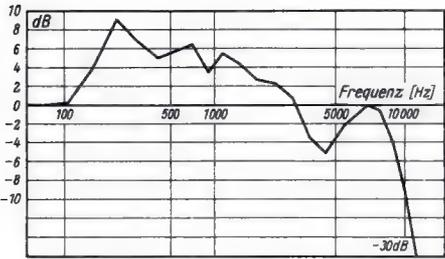
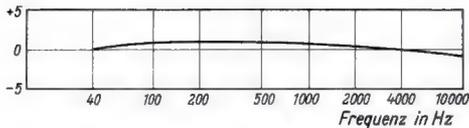
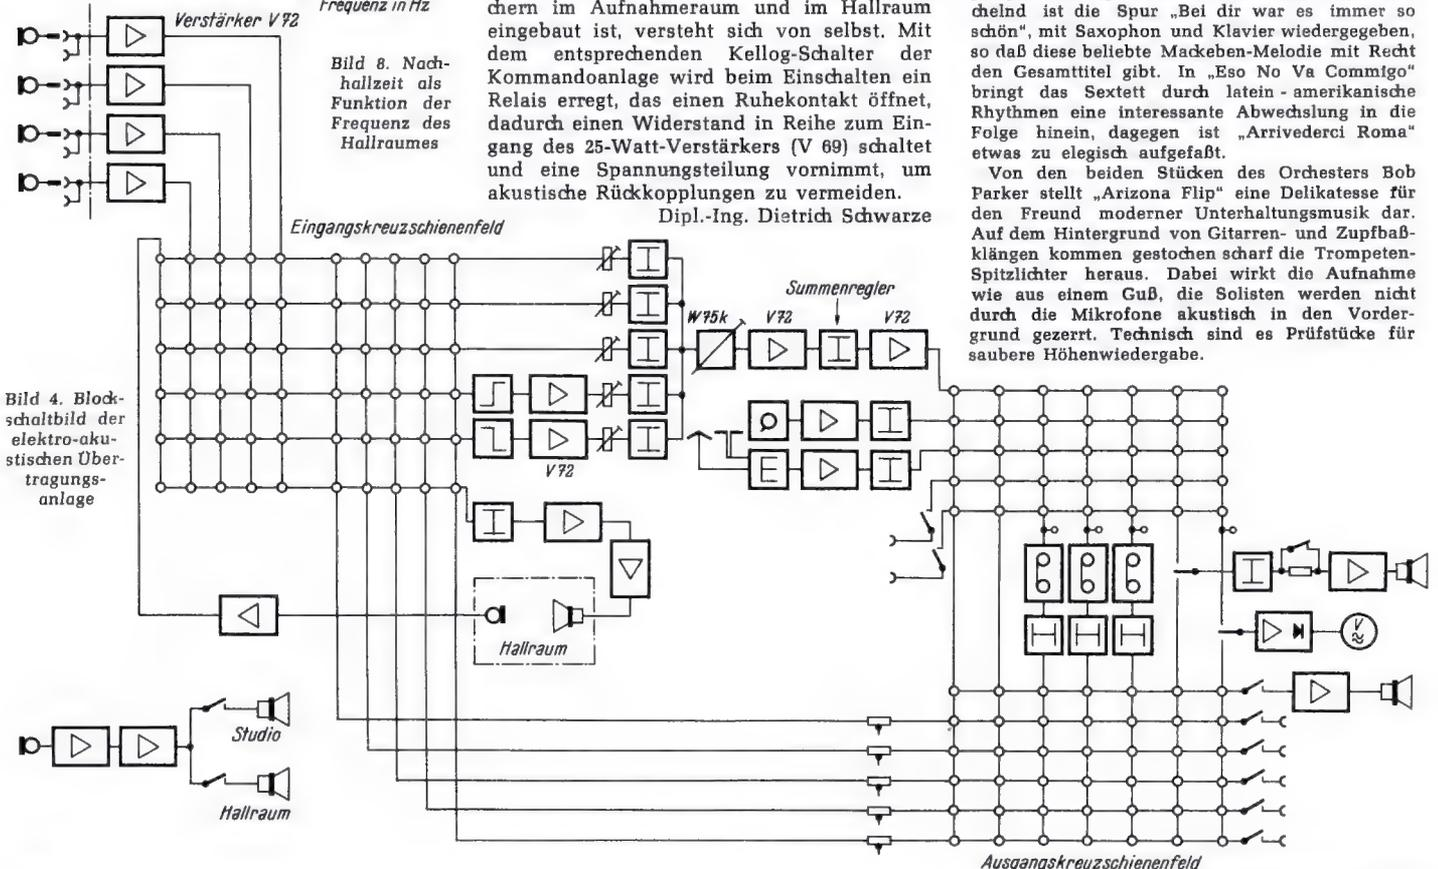

Bild 6. Wie Bild 5, jedoch Meßmikrofon im Abstand von 1,5 m ca. 45° seitlich zur Lautsprecherachse, dem Sitz des Toningenieurs
Bild 7. Frequenzverlauf der Übertragungsanlage (relative Pegel in dB)
Bild 4. Blockschaltbild der elektro-akustischen Übertragungsanlage
Rechts: Bild 4. Innenaufbau der Blitzlampe. Die ursprünglichen Teile sind zu entfernen, statt dessen wird rechts die Zündspule und links ein Hartpapierbrettchen mit den übrigen Einzelteilen aufgebaut; die Anzeigeglimmröhre sitzt unterhalb des Brettchens. Das Glimmen ist durch ein Loch im Griff zu erkennen
In Bild 4 rechts befindet sich ein Isolierbrettchen; es trägt die drei Widerstände, den Zündkondensator und in der abgewendeten Seite die Kontrollglühbirne. Für sie ist ein Schauloch durch das Gehäuse zu bohren. Ferner wird auf der in Bild 4 dem Beschauer zugewendeten Seite ein kleiner Blattfederkontakt (k 1) montiert. Ein aufgekitteter Isolierpimpel ragt zur Betätigung durch ein weiteres Loch im Gehäuse nach außen. Der Zündübertrager (Kreuzspulenwicklung) ist in der linken Kammer von Bild 4 untergebracht. Das gesamte Blitzlampenteil ist auch fertig montiert von der in der Stückliste genannten Firma lieferbar.
An Hand des Blockschaltbildes (Bild 4) sei die Gesamtanlage erläutert. Im Aufnahme-raum befinden sich vier Mikrofoneingänge, die wahlweise mit einem Kondensator-Mikrofon oder einem dynamischen Mikrofon beschaltet werden können. Diese vier Mikrofonkanäle führen über die entsprechenden Vorverstärker V 72 auf das Eingangs-Kreuzschienenfeld des Regietisches. Mit sechspoligen Kleintuchelsteckern können die Eingangskanäle entweder direkt auf die Flachbahnregler W 68 der Firma Eckmiller oder über den Hörspielverzerrer H V 53 bzw. den Hoch-Tief-Entzerrer W 86 in Kombination mit je einem V 72 geschaltet werden. Die fünf Regler führen auf den Bandpaß - W 75k - V 72 - Summenregler - V 72 auf das rechte obere Kreuzschienenfeld mit einem Pegel von 6 dB. Wiederum mit Kleintuchelsteckern können jetzt drei Magnetbandgeräte der Type M 5 gesteckt werden. Mit Hilfe zweier Kellog-Schalter kann selbstverständlich vor und hinter Band abgehört und gleichzeitig das Lichtzeigerinstrument U 70 (V) kontrolliert werden. Zum Abhören dient der große Telefunken-Schrank mit eingebautem Leistungsverstärker V 69. Meßergebnisse dieses Abhörstranges zeigen Bild 5 und Bild 6. Auf der unteren Hälfte des rechten Kreuzschienenfeldes befindet sich das Ausgangsfeld, das ebenfalls an jeder Stelle einen Pegel von 6 dB aufweist. Zwei durchgehende vertikale Schienen des rechten Feldes gestatten eine direkte Umspielung von einer auf die anderen beiden Maschinen. Der Frequenzgang der Gesamtanlage ist Bild 7 zu entnehmen.
also muß die geforderte Kennlinie des Stabilisierungsorgans wie in Bild 4 a oder in Bild 4 b gezeichnet aussehen.